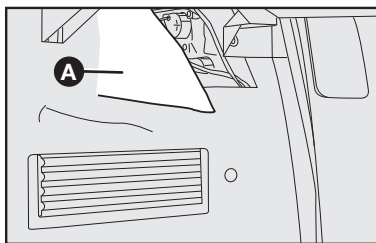

fig. 53
1) Por dentro do porta-malas, puxar a lingueta no carpete **A-fig. 53**.